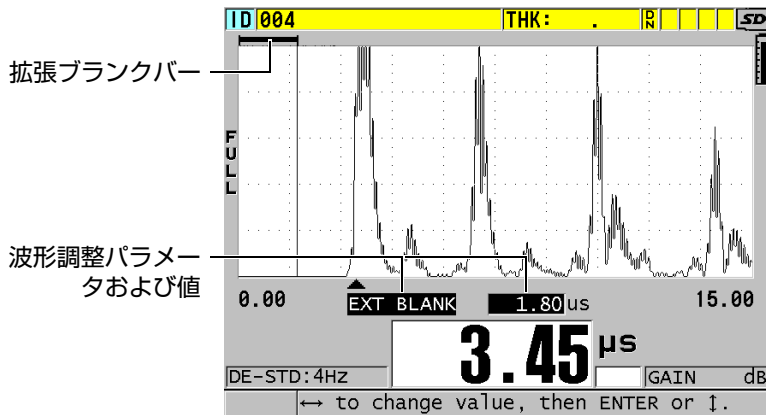

図 10-2 拡張ブランクの長さの調整
1. [波形調整] を押します。波形調整パラメータとその値が測定画面に表示されます（156 ページの図 10-2 参照）。
波形表示の真上にある拡張ブランクの水平バーは、拡張ブランクの長さを示します（156 ページの図 10-2 参照）。